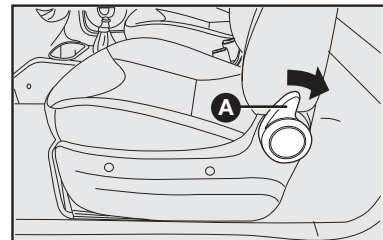

fig. 12
ACESSO AOS BANCOS TRASEIROS (versões com 3 portas - fig. 12)
- Acionar a alavanca **A-fig. 12** conforme a seta, mantendo-a acionada e rebater o encosto para frente até atingir o final de curso;